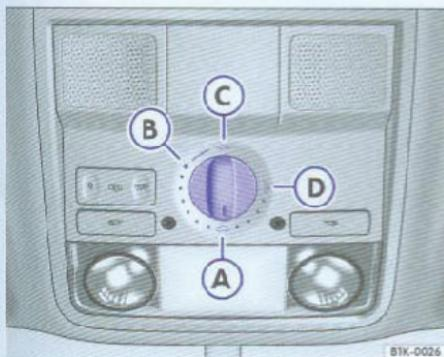

图27 滑动 / 翻开式天窗旋钮开关
- 将旋钮开关拧至位置 **(B)** → 图27。天窗打开至风噪较小的方便位置。